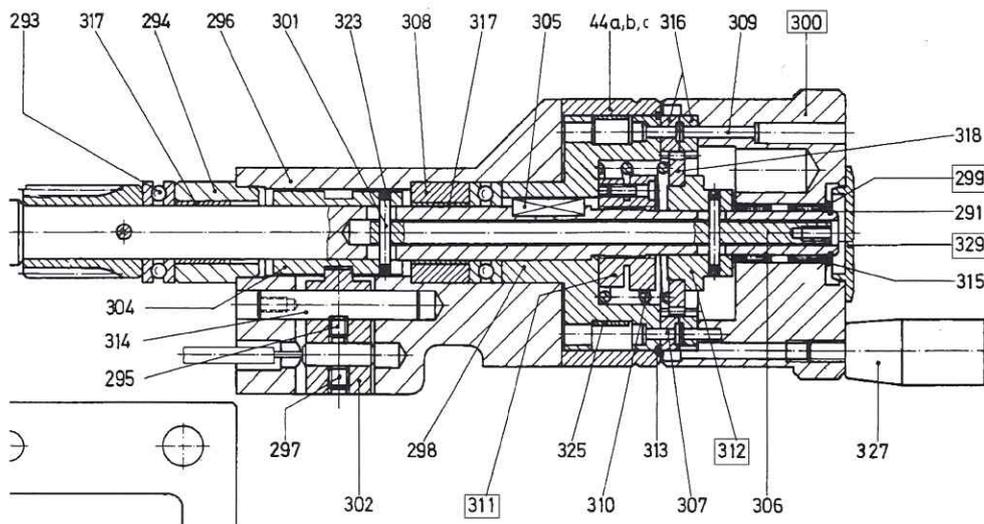

Bild 6- 11: Planspindellagerung
1. Abdeckung (Bild 6- 11/329) entfernen und Sicherungsring (Bild 6- 11/299) lösen.
2. Handrad (Bild 6- 11/300) vorsichtig abziehen